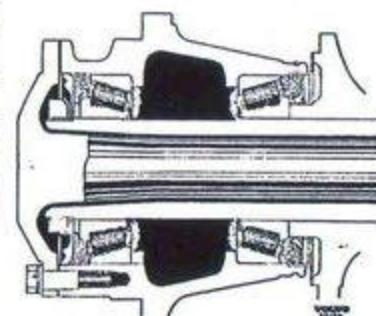

Bild 81. Smörjning av bakhjuls Lager.
5. Tvätta lagren väl rena i krisfallolja eller fotogen. Sedan lagren torkats packas de in väl med fordonsfett 20. Bestryk inre tätningsringens anläggningsyta med ett tunn lager fett samt fyll fett utanför lagren enligt bild 81.